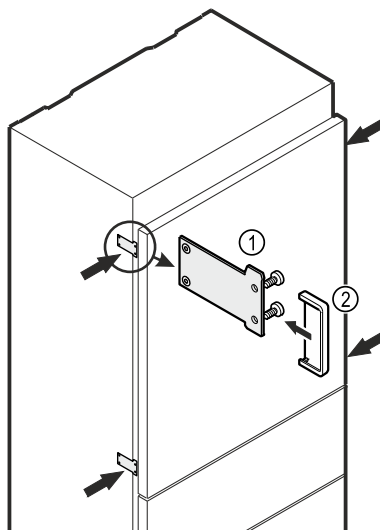

Fig. 23
- ▶ Připevněte spotřebič ke korpusu nábytku pomocí upevňovacích úchytů Fig. 23 (1) a vždy dvou šroubů 4x16.
- ▶ Namontujte kryt Fig. 23 (2).